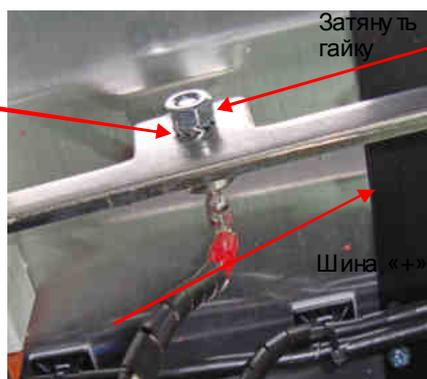

Рис. 7.9.
7.4.6. Установить резьбовой вывод диода предзаряда в отверстие на шине «+», закрепив его гайкой с пружинной шайбой (рис. 7.9).